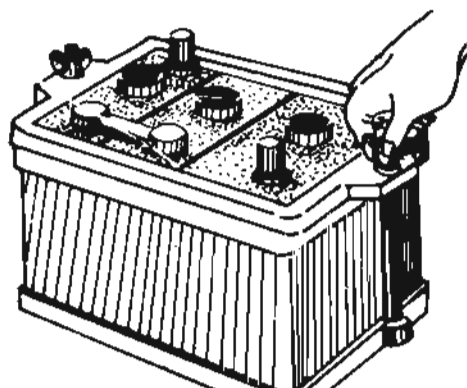

Fig. 2
- e Quite las tuercas y los tornillos del marco superior del soporte de la batería (fig. 2).